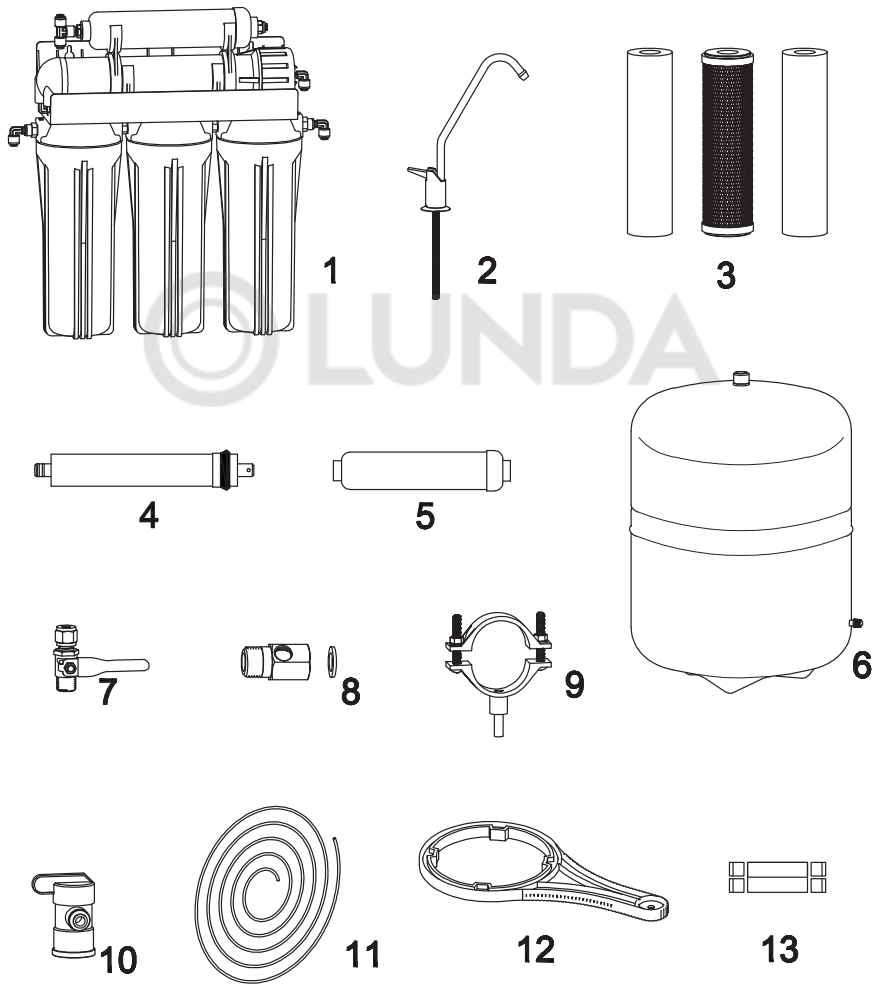

Рис.1
- блок фильтрации - поз.1, рис.1
- кран питьевой воды - поз.2, рис.1
- комплект картриджей для префильтрации - поз.3, рис.1
- мембрана - поз.4, рис.1
- угольный постфильтр/минерализатор – поз. 5, рис.1
- накопительный бак очищенной воды - поз.6, рис.1
- клапан подачи воды - поз.7, рис.1
- тройник – поз.8, рис.1
- дренажный хомут - поз.9, рис.1
- шаровой клапан бака - поз. 10, рис.1
- соединительные трубки - поз.11, рис.1
- ключ для откручивания корпусов префильтров – поз. 12, рис.1
- распределитель потока (отсечной клапан) – поз. 13, рис.1